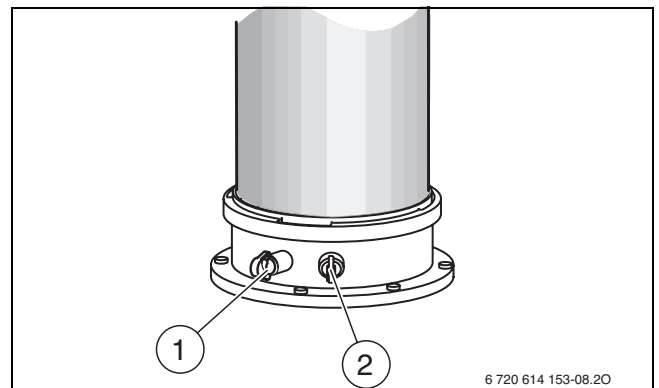

Bild 46
- ▶ Stopfen am Verbrennungsluft-Messstutzen [2] entfernen (→ Bild 46).
- ▶ Stopfen am Abgassensstutzen [1] entfernen (→ Bild 46).